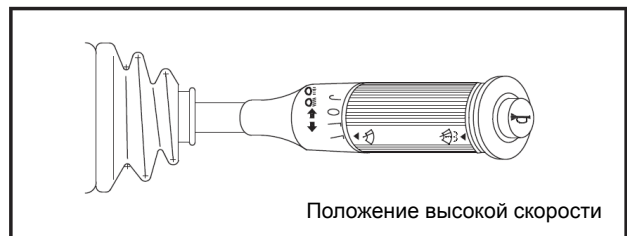

Рис. 16
3. Низкая скорость, как показано на рис. 16:
Переключатель стартера (электрический замок): в данной машине используется модель JK406, сочетающая функции зажигания и запуска, переключатель имеет 4 положения, для перехода в положение предварительного подогрева (PREHEAT) поверните его против часовой стрелки. Возврат в это положение может осуществляться автоматически (это положение используется для включения устройства предварительного подогрева); кроме него имеются три других положения (по часовой стрелке): ОТКЛЮЧЕНИЕ, ЗАЖИГАНИЕ, ЗАПУСК. Поверните ключ из положения сброса (RESET) в положение зажигания (IGNITION), цепь машины при этом включается. Далее поверните кнопку ключа зажигания (рис. 16) в положение запуска (STARTING), после этого двигатель может запуститься. После отпускания руки, ключ автоматически возвращается в положение зажигания.